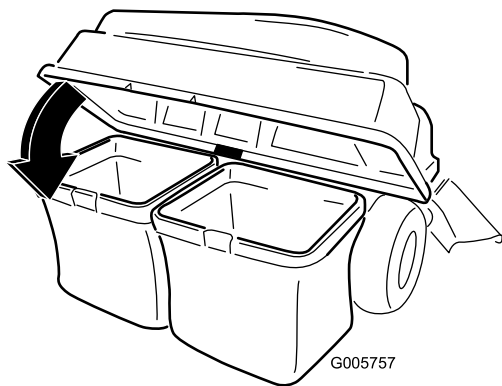

Figure 13
6. Abaissez le couvercle du système de ramassage sur les bacs (Figure 13).